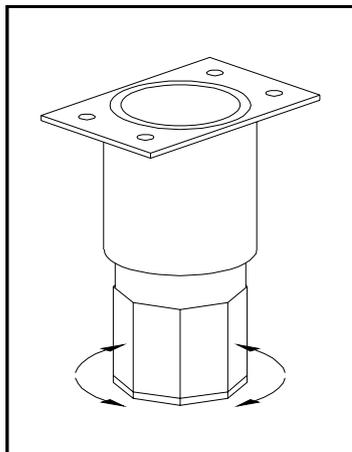

Fig. 1
- * Que el aparato está bien nivelado, esta operación se consigue actuando sobre las patas regulables, haciendo girar la parte inferior de las mismas (Fig. 1)